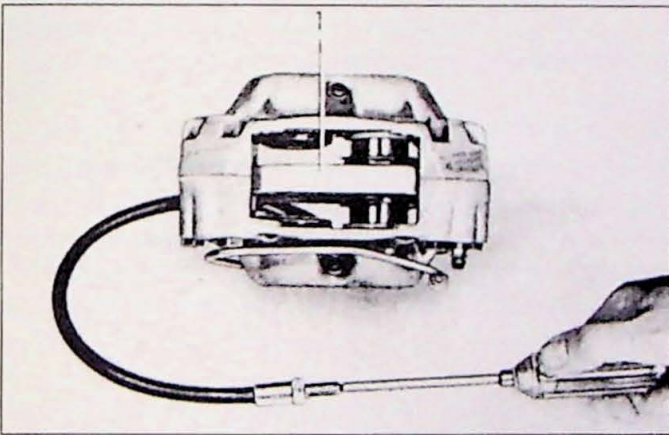

Fig. 11.4. Demontage van de zuigers. 1. houten plankje
2. Verwijder de borgringen voor de rubber kapjes (latere uitvoering). Plaats een plat stukje hout (1, Fig. 11.4) tussen de zuigers en druk deze tegen het stukje hout met behulp van perslucht (Fig. 11.4). De zuigers kunnen hierna gemakkelijk worden gedemonteerd. Verwijder voorzichtig de rubberkapjes.